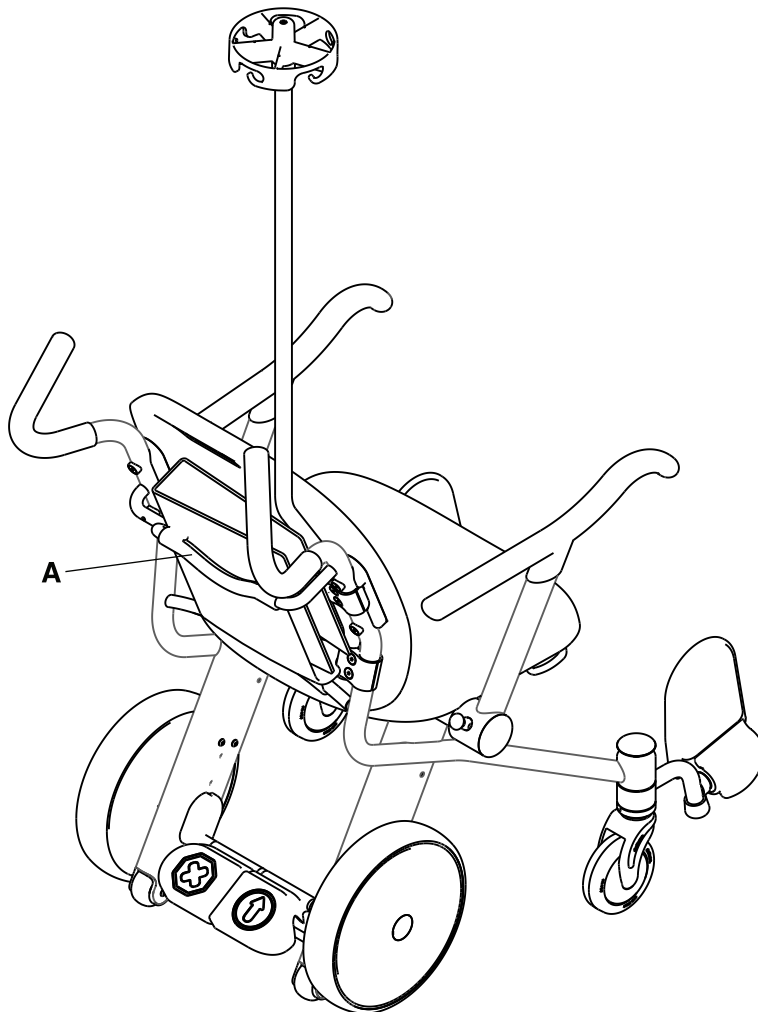

Figure 2-12 : Rangement de dossiers dans le porte-dossiers
Utiliser le porte-dossiers pour ranger et transporter les dossiers de l'occupant (A) (Figure 2-12 à la page 2-22). Le porte-dossiers peut contenir un classeur à trois anneaux, de 3 in. de large.